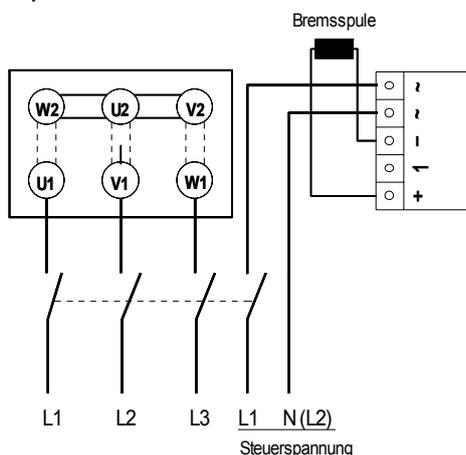

Рисунок 29
- Переключение со стороны переменного тока (Рис.29) с задержкой времени выключения